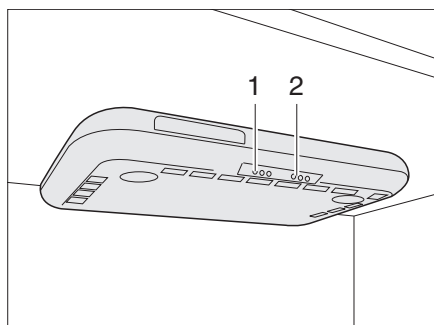

Fig. 237 Hotte aspirante
- Allumer et éteindre la hotte aspirante avec l'interrupteur (Fig. 237,1).
- Allumer et éteindre les éclairages de la cuisine avec l'interrupteur (Fig. 237,2).